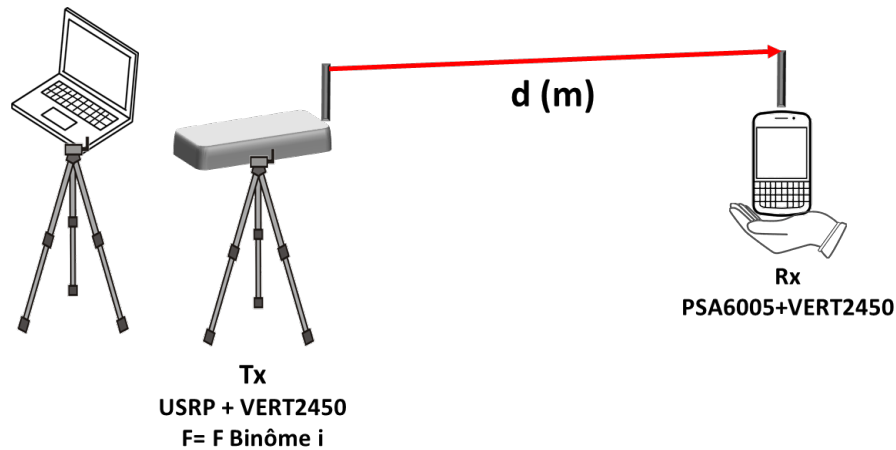

FIGURE 6 – Etude des pertes par propagation en champ libre, à l'intérieur et à l'extérieur.
- à l'extérieur, le plus loin possible des bâtiments suivant le schéma de la Figure 6.